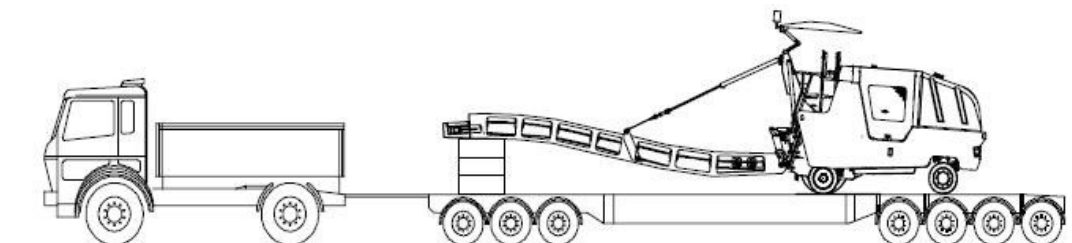
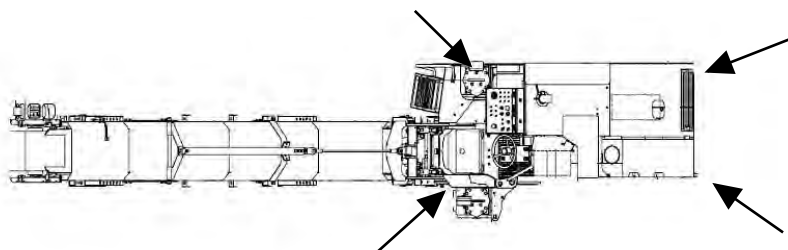

Рис. 1 Машина погружена на низкорамный прицеп
Рис. 2. 4 места крепления
Установленная на прицеп фреза должна быть обращена задней стороной в направлении движения автомобиля (рис. 1).
- Если установлена конвейерная лента, её необходимо поместить на опору, как показано на рис. 1, и привязать отдельно, используя точки крепления, как указано на рис. 2 и 3 на следующей странице.